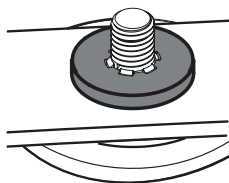

Fig. 65
2. Placez soigneusement la rondelle plate sur l'arbre à broche. Veillez à ce que les cannelures à la base du filetage de l'arbre à broche soient alignées avec les cannelures de la rondelle (Fig. 65).